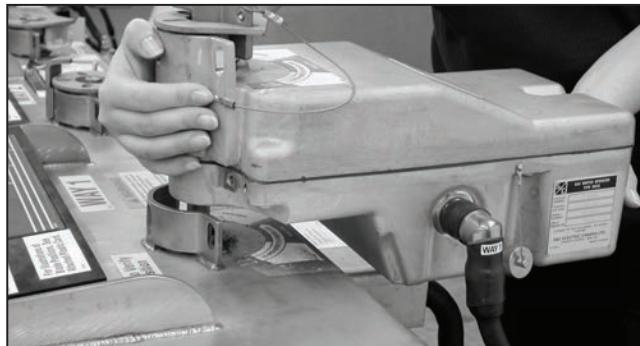

Figura 95. Coloque el moto-operador sobre el eje de operación del equipo.
- PASO 1.** Conecte el moto-operador al equipo. Coloque el moto-operador sobre el eje de operación del equipo. Ver Figura 95.